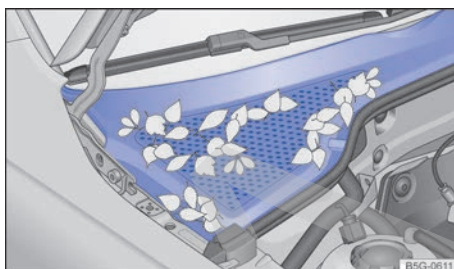

Fig. 246 Entre el vano motor y el parabrisas: caja de aguas (representación esquemática).
**Caja de aguas, vano motor:** Retire la hojarasca y otros objetos sueltos con un aspirador o con la mano → fig. 246 → ⓘ. La limpieza del vano motor se debería encargar siempre a un taller especializado → ⚠.